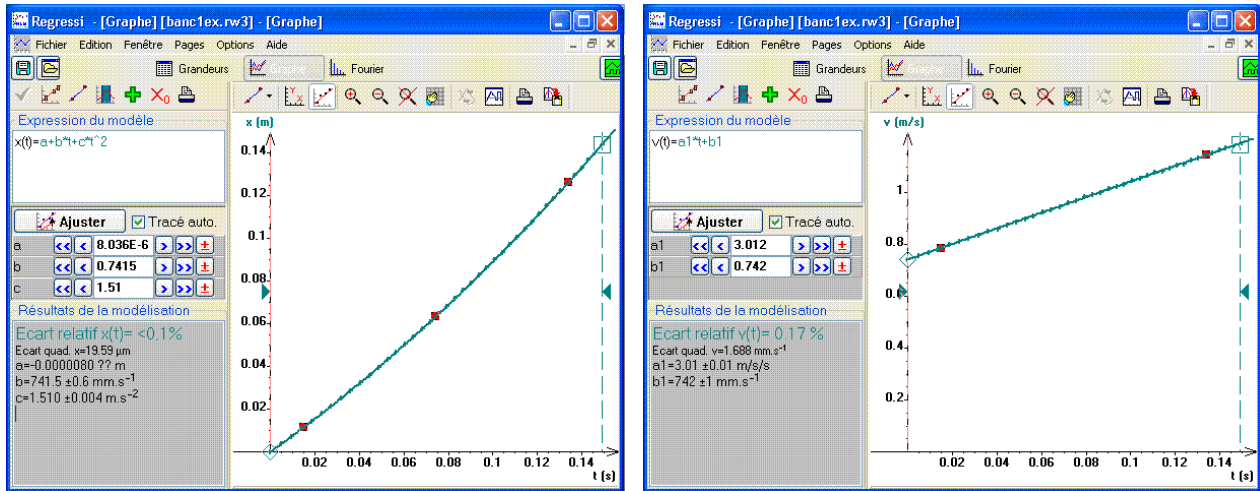

FIGURE 5 – Exemples de la fenêtre de REGRESSI suite à une modélisation des données (carrés rouges)
Dans la fenêtre Graphes, on peut modéliser une courbe ou une partie de courbe, voir la fig. 5. La modélisation est activée par l'icône  Modélisation. Une fenêtre de modélisation apparaît sur la gauche, voir la fig. 5.
**Définition du modèle** Pour choisir le modèle cliquez soit sur l'icône *modèle prédéfini*, ou sur l'icône *modèle «DOS»*, ou rentrez directement la fonction dans le cadre Expression du modèle (à gauche, voir la fig. 5). Notez que la fonction permettant de modéliser peut comporter plusieurs paramètres (à ajuster). Également, on peut modéliser plusieurs grandeurs de façon simultanée, par exemple  $x(t)$  et  $y(t)$ , en les donnant des expressions différentes.
**Exemple :** on cherche à modéliser la courbe  $x(t)$  par un polynôme de degré 2, voir la fig. 5